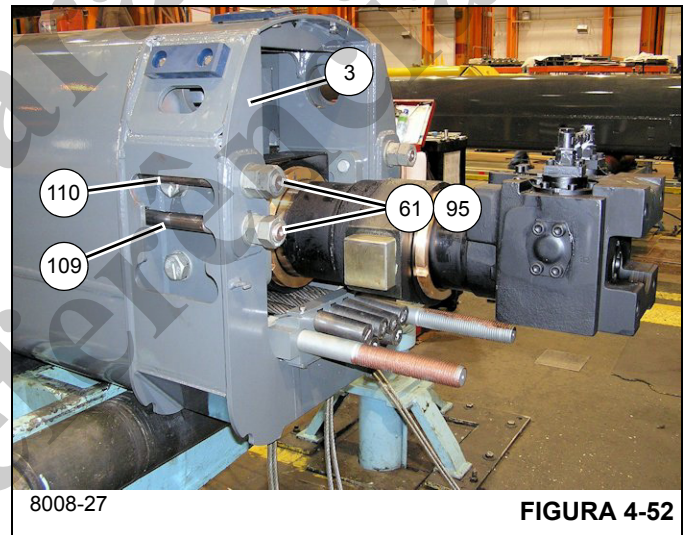

FIGURA 4-52
82. Aplique antiengripante na rosca dos dois parafusos (76).
83. Instale os dois cabos de extensão do telescópio 4 (109, 110) nos furos da parte traseira do telescópio 2 (3) (lados esquerdo e direito) (consulte a Figura 4-52).
85. Instale uma arruela lisa (61) e duas porcas (95) em cada um dos quatro cabos de extensão do telescópio 4 (109, 110) (consulte a Figura 4-52).